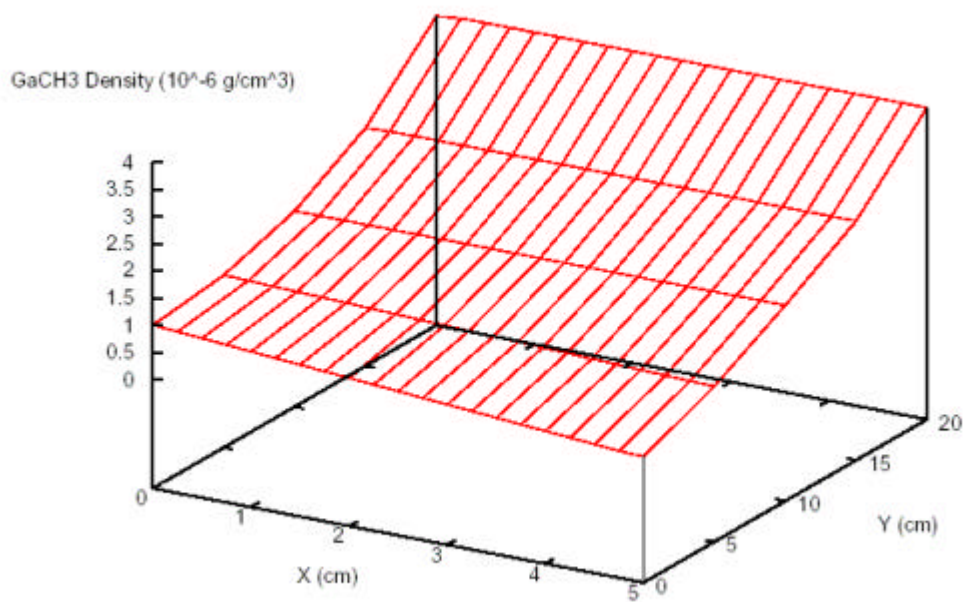

図7 GaN成膜解析での基板付近のMMGaの2次元分布
- (7) 図7はGaN成膜例題での、MMGaの基板付近の2次元分布です。